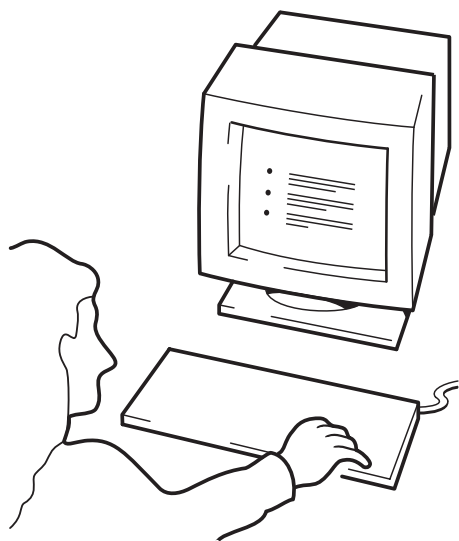

Figura 10c: hp obdr, passo 3
- 3 Siga as instruções na tela para configurar o sistema operacional. (Veja figura 10c.) Normalmente, você pode aceitar as respostas-padrão para todos os avisos, por exemplo, bastando pressionar sempre <Enter>.